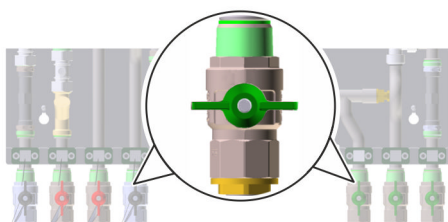

Abb. 87: Kugelhähne schließen
1. ➔ Alle Kugelhähne (Abb. 87) am Frischwarmwassermodul schließen.